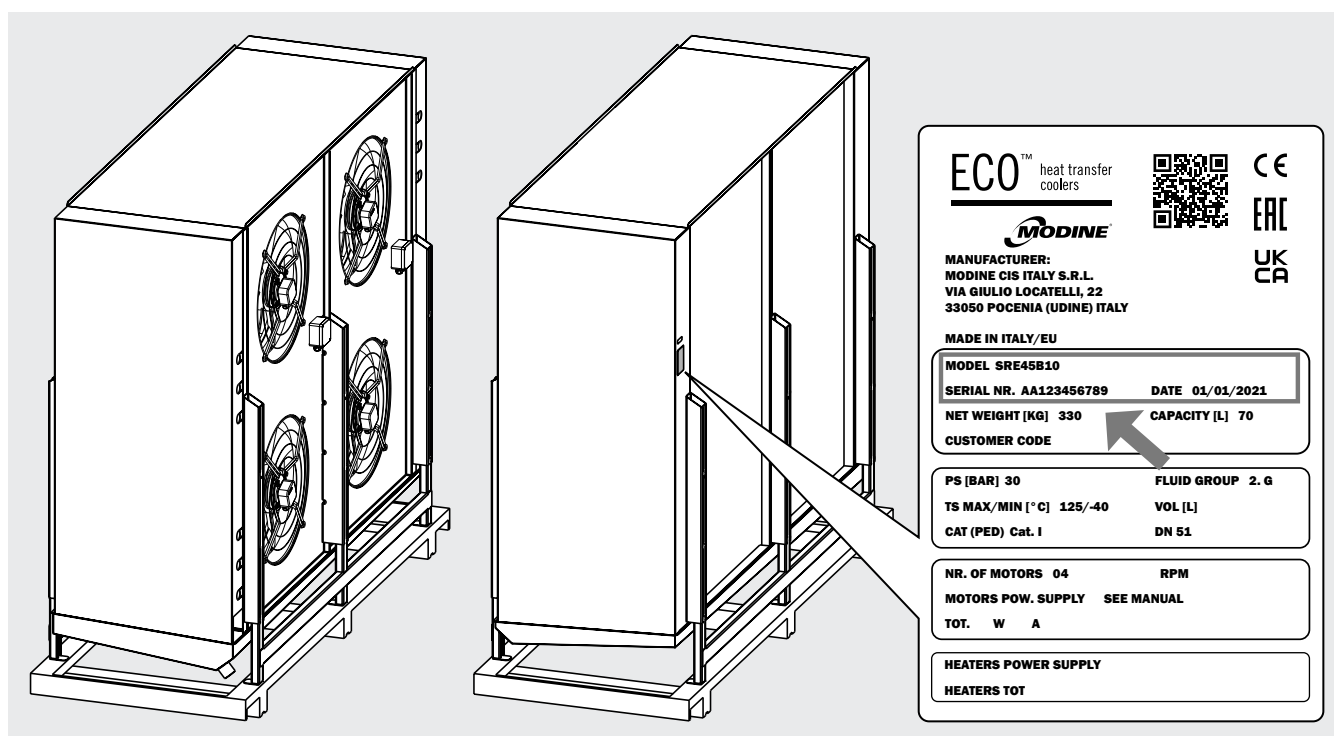

Figura 1
- 3.1 Per qualsiasi comunicazione, richiesta di assistenza o ricambi, fornire il nome del modello e il numero di serie riportati sulla targhetta dati. Vedi Figura 1.